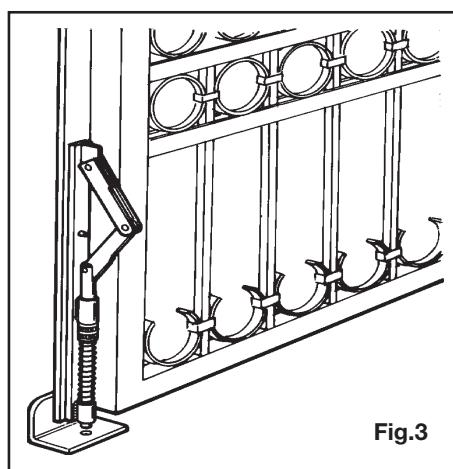
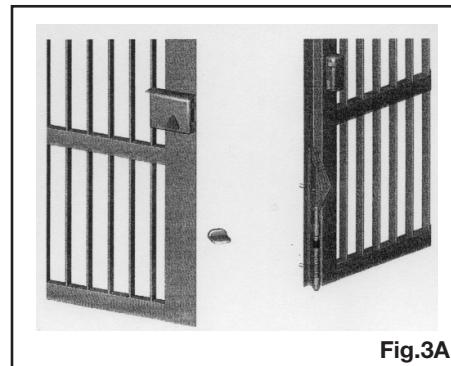

Fig.3
Fig.3A
Nel caso di ante grandi oltre 1,6 mt. è suggerito l'uso del chiavistello a gomito, Art. ZD06 (Fig. 3) o ZD26 oppure l'eletroserratura Art. ZD04 (Fig. 3A).
In the case of gates longer than 1.6 m the use of an elbow-bolt, type ZD06 (Fig. 3) or ZD26, with electric door lock Art. ZD04 (Fig. 3A) is recommended.
Dans le cas de portes supérieures à 1,6 m, il est conseillé d'utiliser le loquet coudé, code ZD06 (Fig. 3) ou ZD26 avec gâche électrique Art. ZD04 (Fig. 3A).
In Übereinstimmung mit den Öffnungs- und Schließpositionen der Torflügel, wird empfohlen mechanische Anschlüsse anzubringen, welche die Torbewegung sowohl beim Öffnen als auch beim Schließen begrenzen können. Auf jeden Fall die Empfehlungen der verschiedenen, diesbezüglichen Normen und Richtlinien befolgen. Im Fall großer Torflügel über 1,6 m wird die Verwendung eines Blockierriegels Art. ZD06 oder ZD26 (Abb. 3) und des Elektroschloss Art. ZD04 (Abb. 3A) empfohlen.
En el caso de hojas más largas de 1,6 mt. se aconseja el uso del pestillo a codo, cod. ZD06 o ZD26 con serradura eléctrica Art. ZD04 (Fig. 3A).
No caso de portões maiores que 1,6 mt é sugerido o uso do fecho mecânico cod. ZD06 ou ZD26 com trinco eléctrico Art. ZD04 (Fig. 3A).
1. Après avoir inséré le moteur, effectuer les raccordements en suivant les opérations de Fig. 3 et schéma à la Pag. 11.